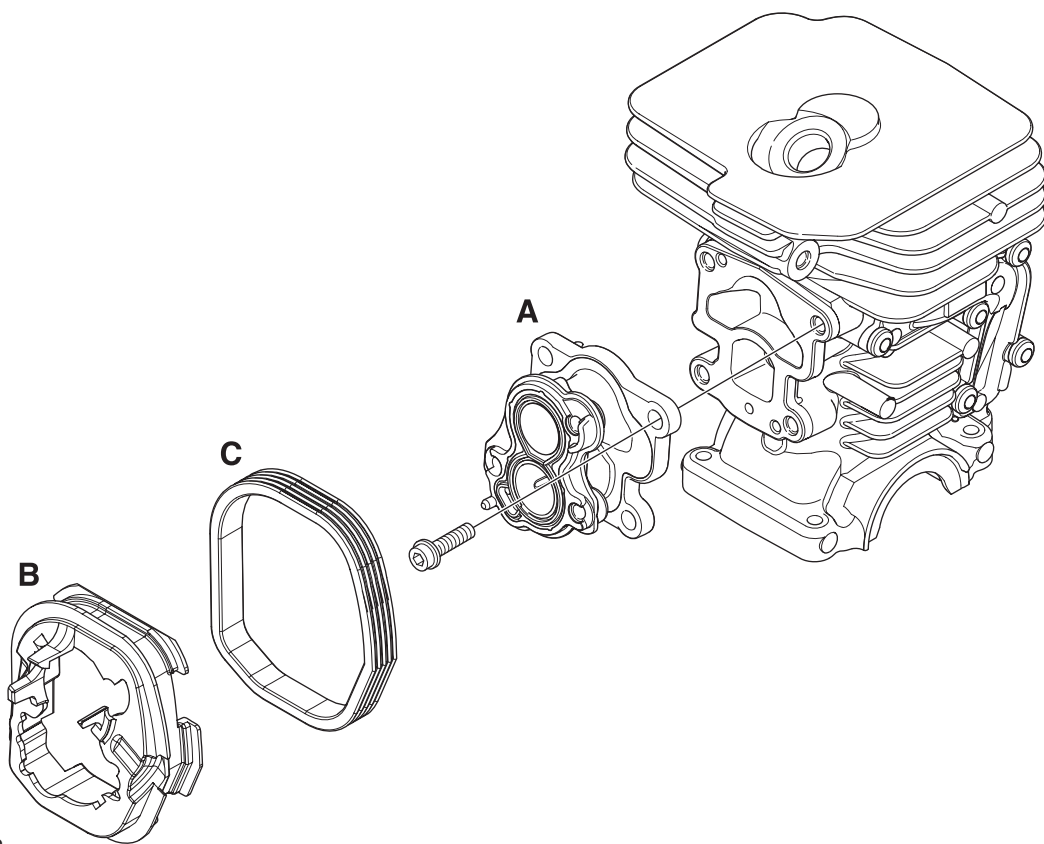

Figura 62
Monte el colector de admisión (A) y las paredes divisorias (B y C) en el cilindro con las herramientas 502 50 87-01. (Ver la figura 62.)